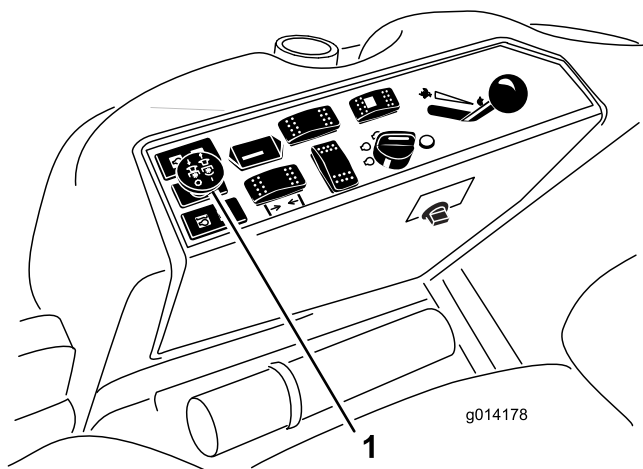

Figure 14
3. Tirez sur la commande de PDF pour engager la PDF (Figure 14).